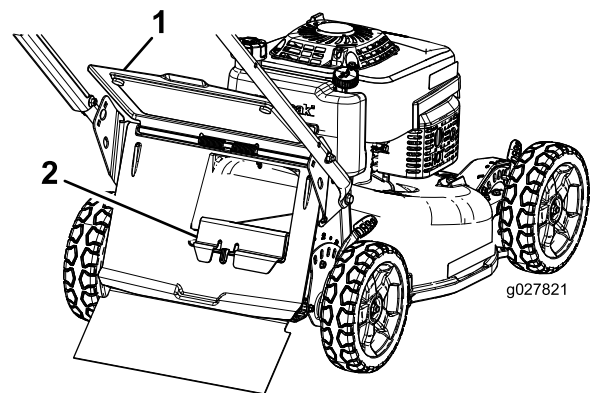

Figura 1
2. Alzate lo sportello posteriore e tenetelo alzato (Figura 1).
Nota: Se il coperchio di scarico posteriore è montato sull'apertura, rimuovetelo (Figura 1).